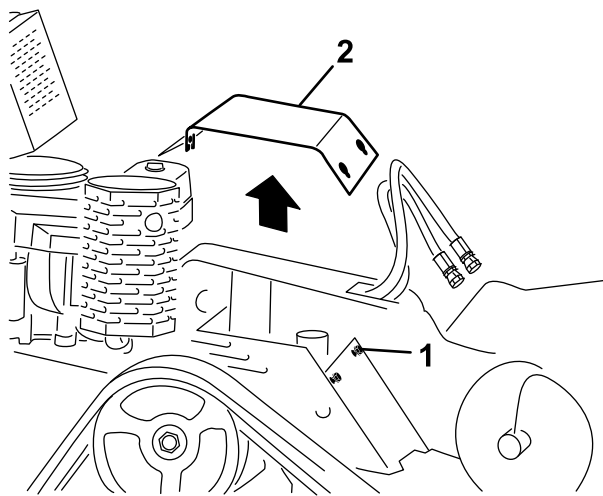

Figure 21
4. Desserrez l'un après l'autre les 3 boulons qui fixent le capot de protection au cadre jusqu'à ce que le capot se détache (Figure 21).
1. Boulon (3)
6. Pour monter le capot de protection avant d'utiliser la machine, glissez-le en place et fixez-le avec les 3 boulons retirés précédemment (Figure 21).